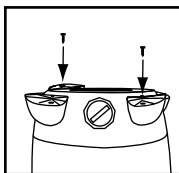

FIGURA 6
6. Asegure con los tornillos suministrados. **FIGURA 6**.